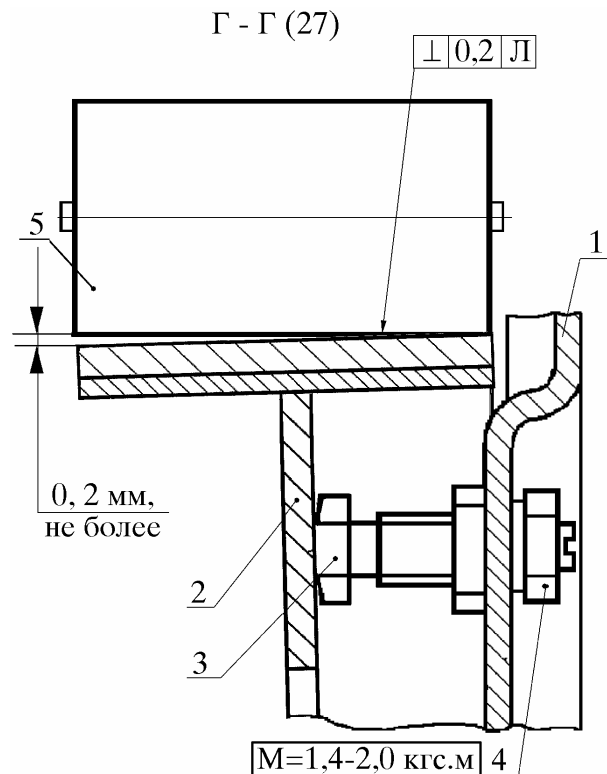

Рис. 28. Регулировка перпендикулярности колодки относительно привалочной плоскости "Л" щита:
6.16.1.8.1.1. Настроить индикатор 6 (рис. 28а) приспособления 1 на "0" по эталону размера  $R=139,8_{-0,2}$  мм
Зазор между роликом приспособления и краем колодки не должен быть более 0,2 мм (рис. 28).
При необходимости произвести регулировку болтом 3 (см. рис. 28). После регулировки законтрить болт 3 гайкой 4. Гайку 4 затянуть с моментом от 14 до 20 Н.м (1,4 - 2,0 кгс.м)
Рис. 28а. Регулировка положения колодок по радиусу относительно оси отверстия "А" щита и перпендикулярности их относительно плоскости "Л" на приспособлении 24-У-114469: